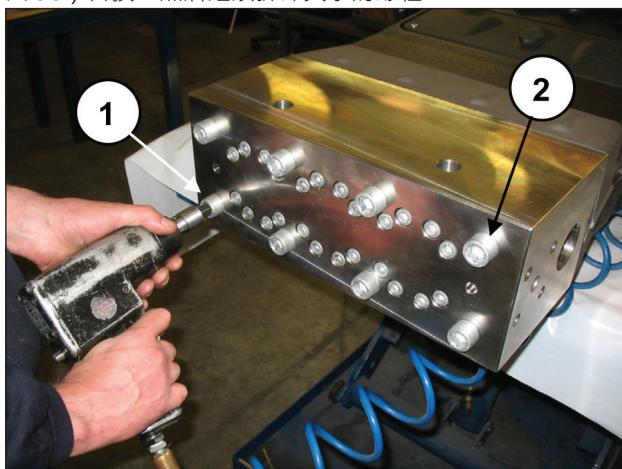
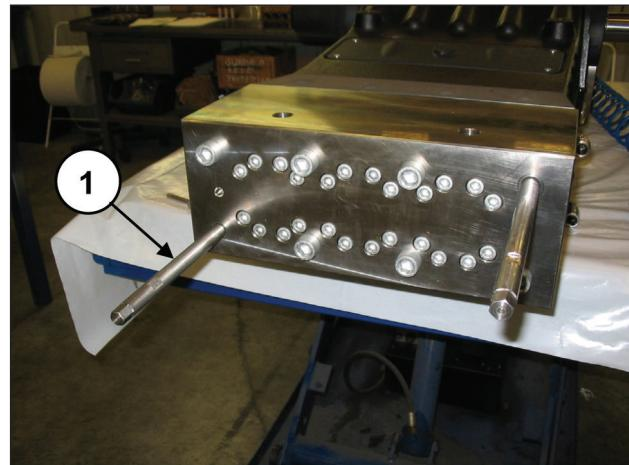

图 97
图 98
拧松径向相对的两个泵头固定螺栓 M16x320 (① 和 ②, 图 97) · 用两个伺服螺栓/销子 (代码27540200) (①, 图 98) 替换 · 然后继续拆卸其余的螺栓。